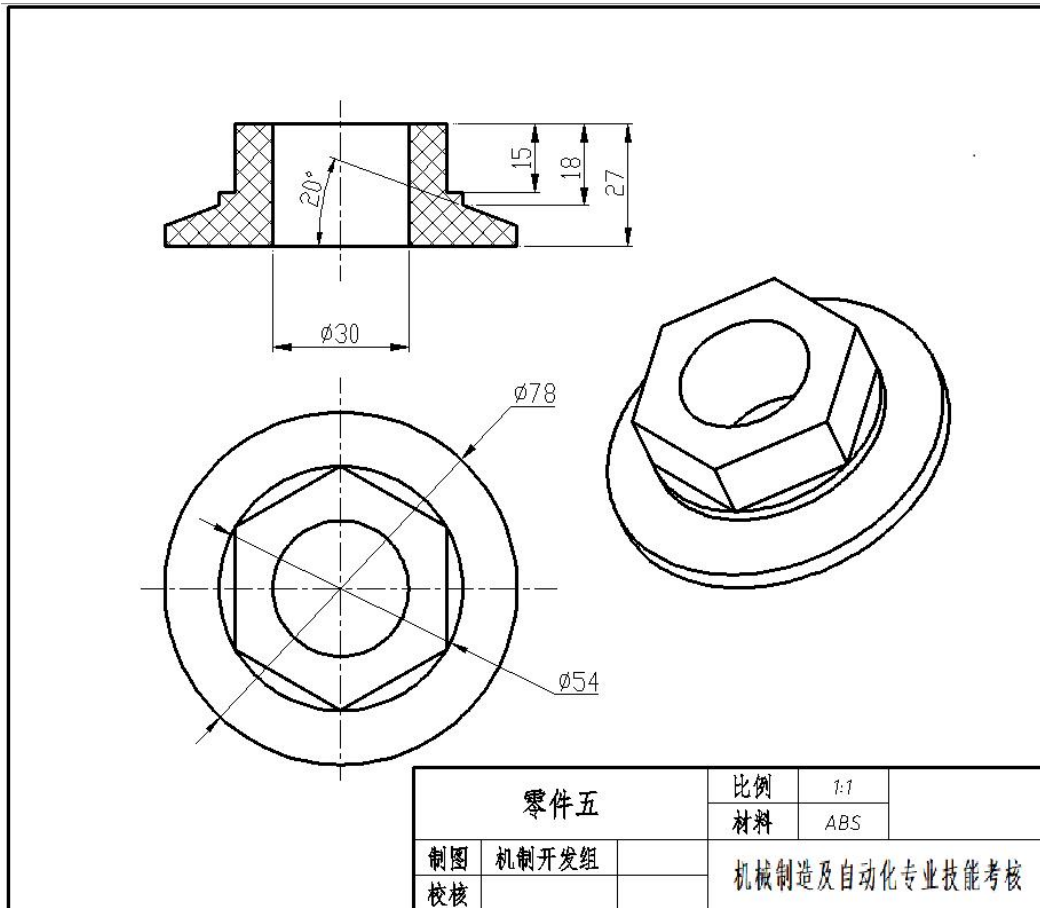

图3-1-5 零件五
某企业需要生产如图3-1-5的零件，要求该企业机械制造工程技术人员、质量管理工程技术人员、机械设计工程技术人员在电脑上用Pro/ENGINEER、UG NX、SolidWorks等三维软件完成该零件的三维模型及工程图绘制，最终结构要素的形状、尺寸要求等以图纸标注为准。生产过程中按“6S”规范文明生产。
- 3) 根据图3-1-5所示尺寸完成零件五的三维建模及工程图绘制；